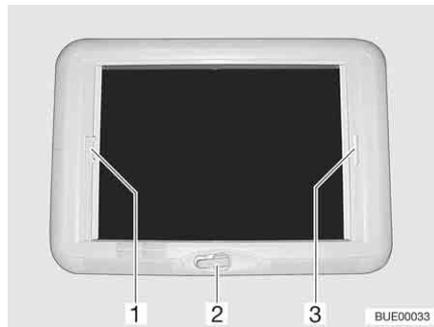

Bild 77 Kurbelhub-Dachhaube
*Öffnen:* ■ Die Handkurbel (Bild 77,2) drehen, bis Widerstand spürbar ist (max. Öffnungswinkel 70°).
*Schließen:* ■ Die Faltverdunklung am Griff (Bild 77,3) ziehen und an der gewünschten Position loslassen. Die Faltverdunklung bleibt in dieser Position stehen.
*Schließen:* ■ Den Insektenschutz am Griff (Bild 77,1) zum gegenüberliegenden Griff der Faltverdunklung (Bild 77,3) ziehen und einrasten lassen.
- Den Griff des Insektenschutzes (Bild 77,1) hinten nach oben drücken und den Insektenschutz an der faltverdunklung (Bild 77,3) aushängen.